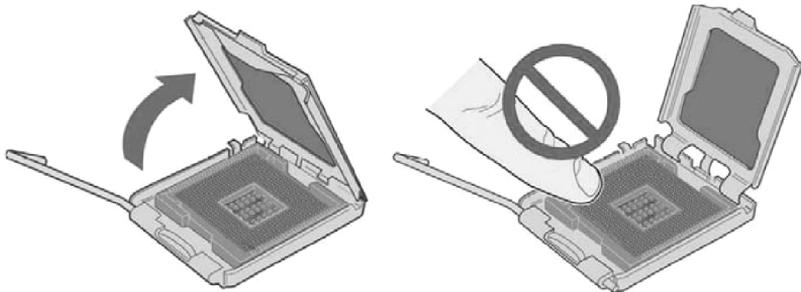

图 2-62 抬起压板和注意事项示意图
2) 如图 2-62 所示，按箭头方向抬起压板，注意手指切勿触碰插槽触点。